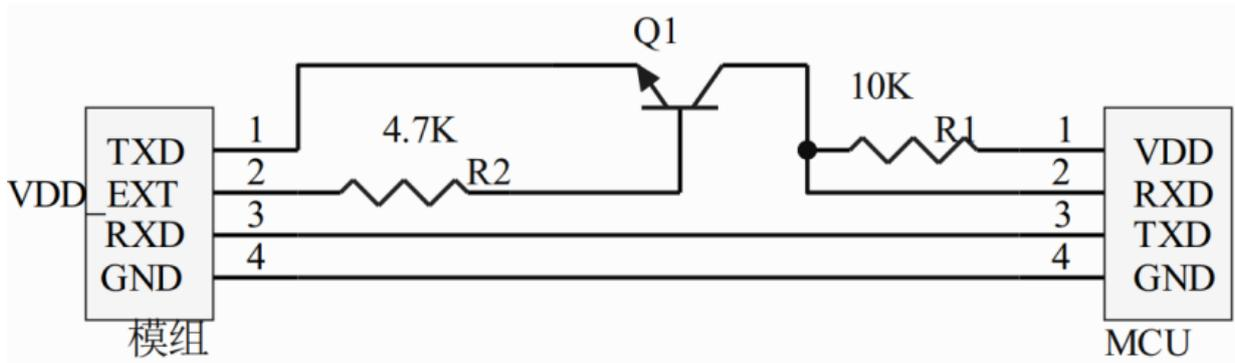

图 15 串口电平转换参考电路
- 1) 用户如果在模组外围把 AT 串口 RXD 与 WAKEUP 连接，并且 WAKEUP 同时使能了唤醒功能(模组串口 1 的 RXD 本身具有 WAKEUP 功能)，这时模组 RXD 不能使用三极管电平转换电路，否则会出现异常唤醒，无法休眠的情况。NB 芯片 RXD 脚有防倒灌设计，MCU TXD 电压范围如果在 1.8~3.6V 内可以采用(如图 15 所示)与模组的 RXD 直连方式解决。